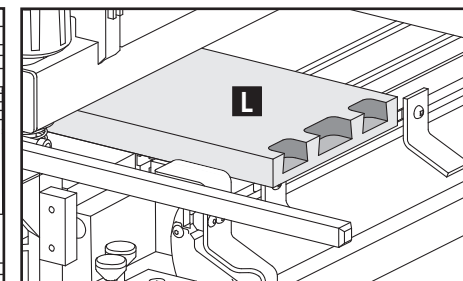

Fig. E10
REMARQUE : déplacez la toupie lentement de gauche à droite en faisant plusieurs petites coupes et plusieurs passes. Votre coupe finale devrait ressembler à Fig. E10.
14. Enlevez la planche-goujon (L), Fig. E10.